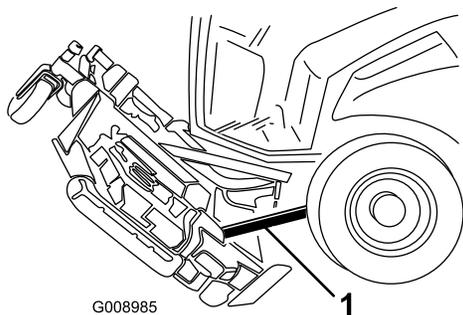

**Рисунок 137**
- Снимите шплинт и шплинтуемый штифт, которые крепят цепи высоты скашивания к задней части деки газонокосилки (Рисунок 137).